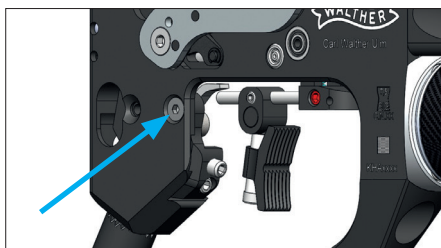

Fig. 8
2. Coloque el tornillo de sujeción 1 a través de la caja, no apriete el tornillo en este paso, ya que todavía falta posicionar el gatillo (fig. 8).